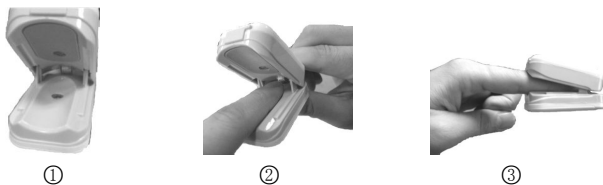

图 5 测试
- 1) 张开手指血氧仪夹子，如图 5.①。
- 2) 把手指（建议中指或食指）放入硅胶垫上（确认手指的位置正确，发光窗口对准指肚，接受窗口对准指夹弧影，如图 5.②），然后夹着手指如图 5.③。
- 手指必须放入适当的位置（请见图 5），否则，会导致不正确的测量。